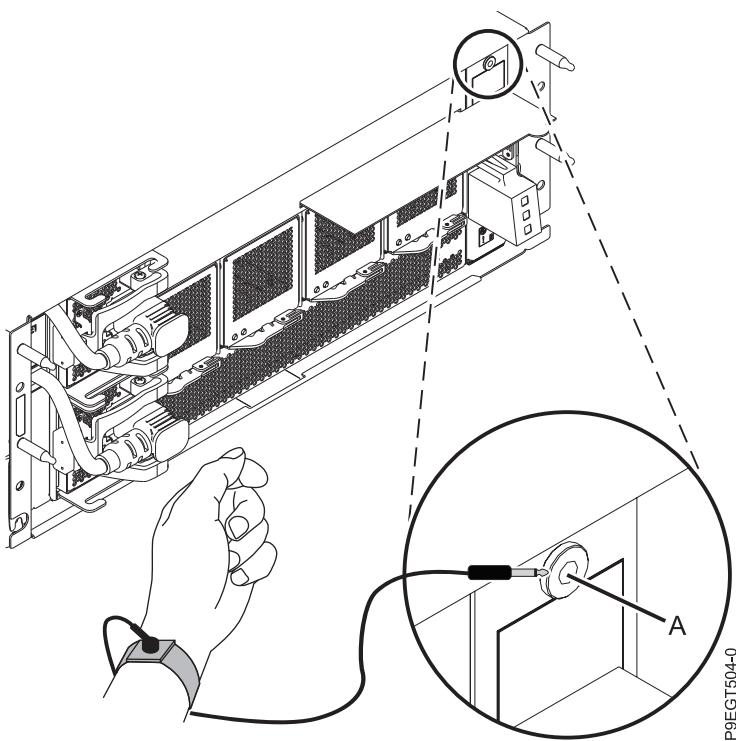

図 2. 前面 ESD ジャックへの ESD リスト・ストラップの取り付け
- 静電気放電 (ESD) リスト・ストラップを取り付けます。ご使用のシステムには、ESD ジャックが備わっています。ESD リスト・ストラップのプラグを、システムの前面にある ESD ジャックに差し込みます。図 2を参照してください。